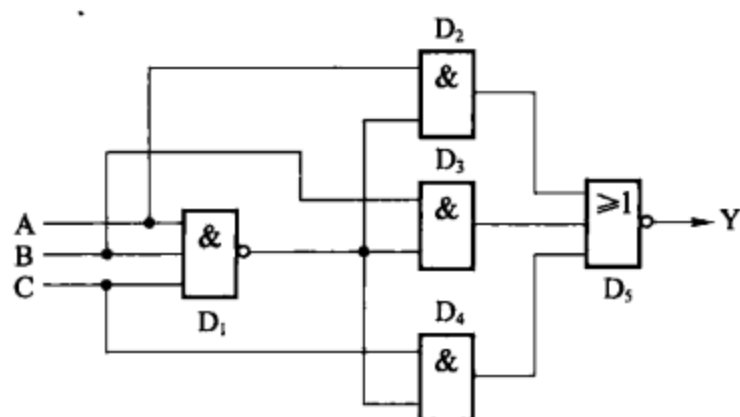

图 8-11
(2) 图 8-11 所示为逻辑相等电路，由与非门 D_1 、与门 $D_2 \sim D_4$ 、或非门 D_5 组成。如果 3 个输入变量 A、B、C 的逻辑状态不一致，输出端 $Y=0$ 。只有当 A、B、C 的逻辑状态完全相等时，才有 $Y=1$ 。